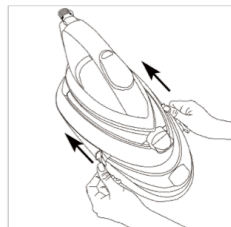

FIGURA 11
3. Coloque nuevamente el depósito de agua y asegúrese de que está posicionado firmemente en su lugar (Figura 11).